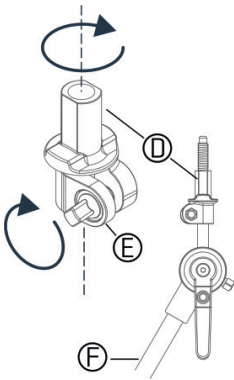

Figura 1
- 5 Para asegurar el apoyo del plato (D), apriete/ajuste el tornillo (E) como se muestra en la *Figura 1*.
- 6 Atornille el fieltro y la tuerca mariposa (A) en el brazo del plato.